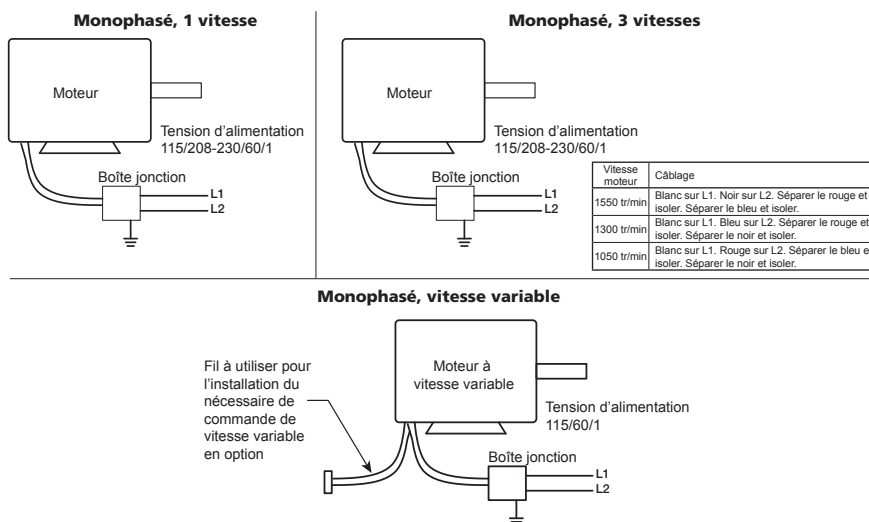

Figure 3
1. Voir le câblage à la Figure 3 et sur la plaque signalétique du moteur. Le moteur et la soufflante doivent être solidement reliés à la terre (métal nu) via une masse électrique adaptée, telle qu'une conduite d'eau reliée à la terre ou un circuit de terre.